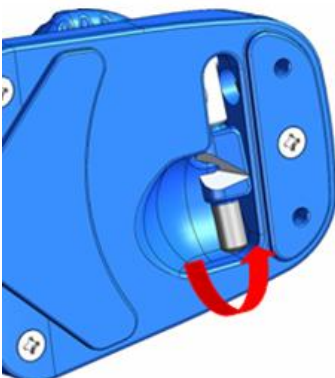

Fig. 11
- Dünne und wenig überstehende kanten können auch mit der Handklinge bearbeitet werden (Fig. 11 & 12)